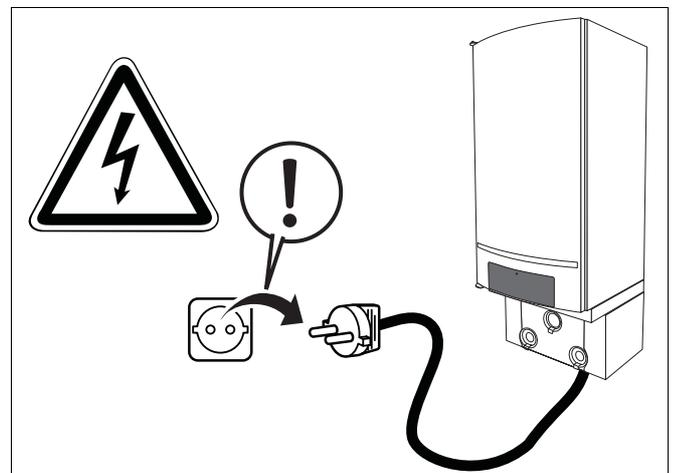

Fig. 101 Togliere la corrente dall'impianto di riscaldamento
- Togliere la corrente dall'impianto di riscaldamento (fig. 101).